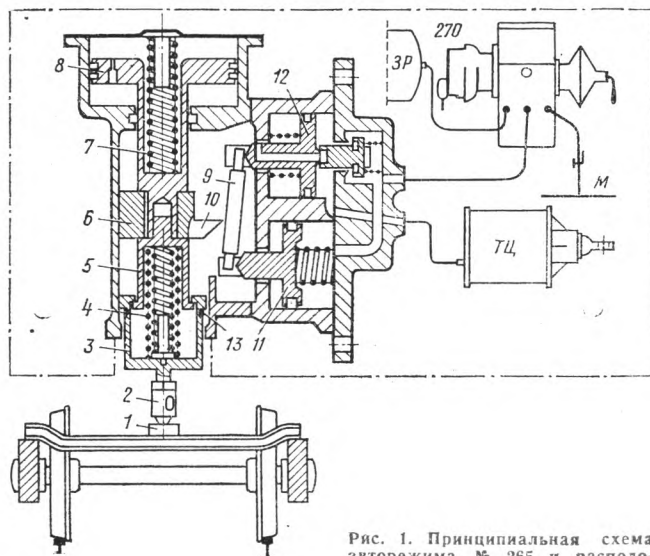

Рис. 1. Принципиальная схема авторежима № 265 и расположение его на вагоне
**Ответ.** Демпферная часть авторежима служит для уменьшения «игры» сухаря 10 (рис. 1) по балансиру 9 при вертикальных толчках тележки от неровностей пути и динамических колебаниях надрессорного строения вагона. Авторежим изображен на рисунке при загрузке вагона близкой к полной — поршень находится посередине цилиндра.